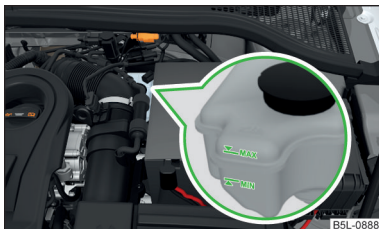

Fig. 163
Verificarea nivelului lichidului de frână - nivelul lichidului de frână trebuie să se afle între marcasele „MIN” și „MAX” » fig. 163.
- Dacă nivelul lichidului scade vizibil în scurtă vreme sau scade sub marcajul „MIN” » fig. 163, este posibil ca instalația de frână să fi devenit neetanșă.  Nu continuați deplasarea - există pericolul de accident! Solicitați asistență de specialitate la o unitate autorizată.